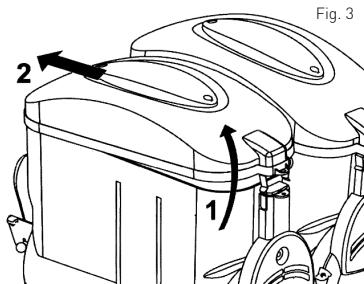

Fig. 3
- Pentru scoaterea capacului [1] al vasului [2], respectați prezentele instrucțiuni (Vezi : Fig.3):